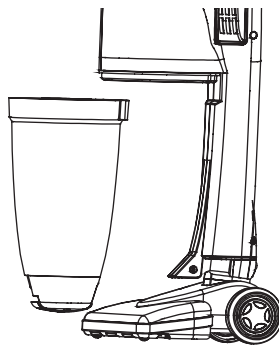

Рис. 6
6. После чистки установите пылесборник на место до щелчка фиксатора (Рис. 6).